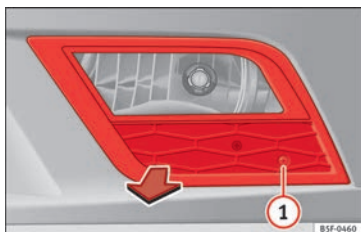

Fig. 212 Faro antiniebla.
- Retire el tornillo » fig. 212 ① de la rejilla del faro antiniebla, precisando para ello un destornillador.